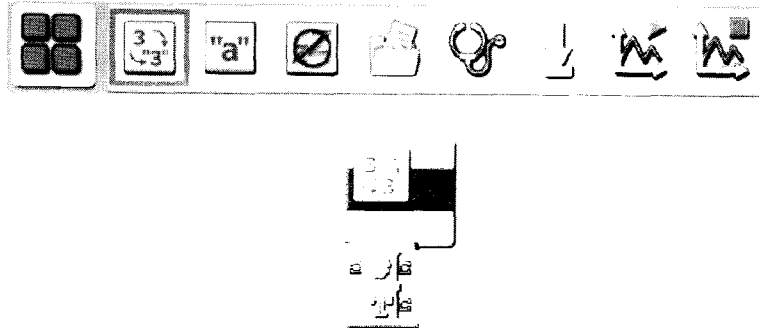

Рис. 44. Группа **Дополнения**, блок **Число в Текст**
10. В группе **Дополнения** выберите блок **Число в Текст** (рис. 44) и перенесите на коммутатор действий.